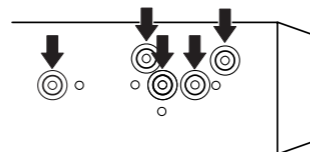
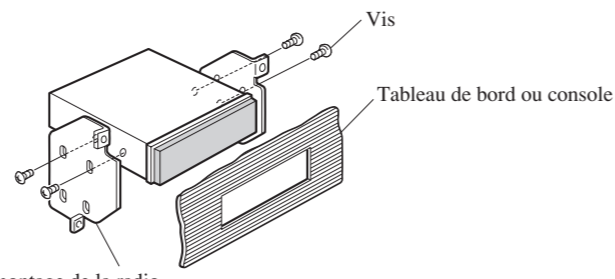

Fig. 11
Fig. 12
**2. Fixation de l'appareil au support pour le montage de la radio installée par le constructeur. (Fig. 11) (Fig. 12)**